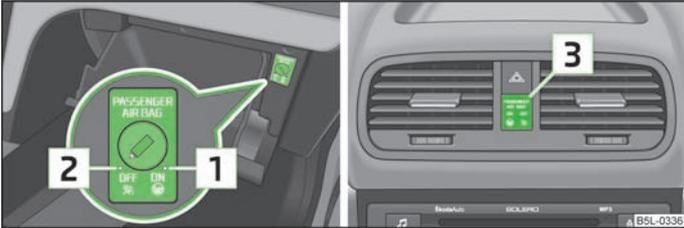

Fig. 129 Vide-poches : Commutateur pour l'airbag frontal du passager avant/témoin de désactivation de l'airbag frontal du passager avant
- » la désactivation des airbags est signalée par l'un des voyants jaunes qui s'allume dans l'inscription **PASSENGER AIR BAG OFF**  dans la partie centrale du tableau de bord » fig. 129.
- > A l'aide de la clé, amenez la fente du contacteur de l'airbag sur la position **2** (OFF) » fig. 129.
- > Vérifiez que le témoin jaune de l'airbag s'allume dans l'inscription **PASSENGER AIR OFF**  **BAG** au centre du tableau de bord » fig. 129 **3** quand le contact est mis.
- > A l'aide de la clé, amenez la fente du contacteur de l'airbag sur la position **1** (On) » fig. 129.
- > Vérifiez que le témoin jaune de l'airbag s'allume dans l'inscription **PASSENGER AIR ON**  **BAG** au centre du tableau de bord » fig. 129 **3** quand le contact est mis. Le témoin **ON**  s'éteint 65 secondes après la mise du contact.
Le témoin de l'airbag se trouve sur la partie centrale du tableau de bord » fig. 129 **3**.